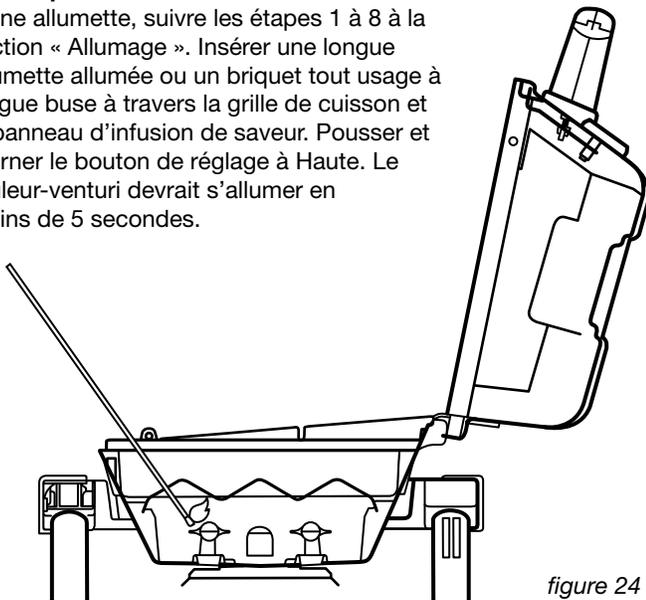

figure 24
9. Pousser et tourner le bouton de réglage à Haute. Appuyer sur le bouton d'allumage à plusieurs reprises pour allumer le gril. Pour utiliser une allumette ou un briquet tout usage à longue buse, voir la *figure 24*. Le brûleur devrait s'allumer en moins de 5 secondes